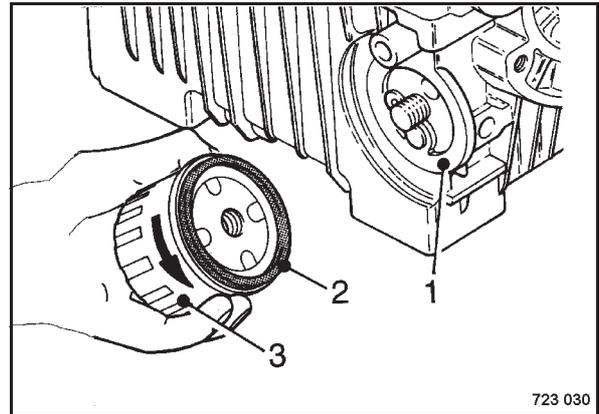

Bild 115
- Dichtfläche 1 (Bild 115) am Motor sauber abwischen.
- Gummidichtung (2) der neuen Filterpatrone mit sauberem Öl leicht einölen.
- Neue Filterpatrone (3) aufschrauben und von Hand festziehen.